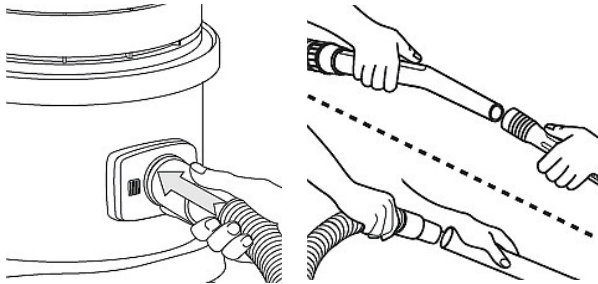

Abb. 6: Verbindung mit dem Schlauch
Schritt 4: Stecken Sie das Ende des Schlauchs in den dafür vorgesehenen Stutzen am Spezialsauger und verbinden Sie das andere Ende des Schlauchs mit der Verlängerung und der gewünschten Bodendüse (Abb.6)